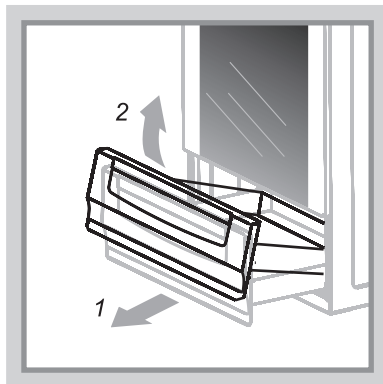

Рис.10
- Как его достать, показано на рис.10.